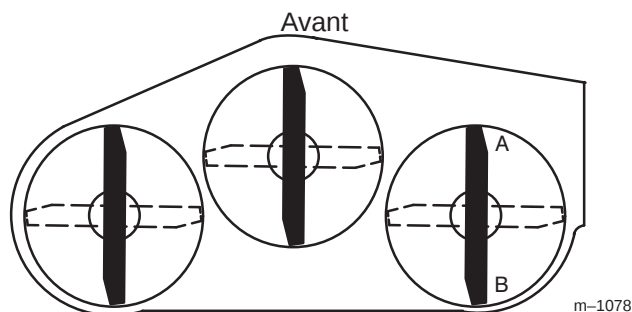
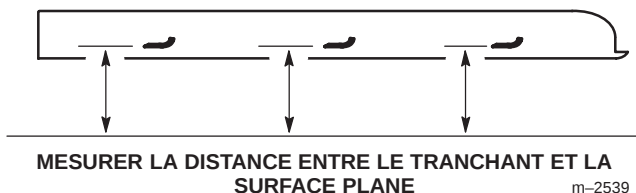

Figure 57
Figure 58
1. Tournez la lame **droite** dans le sens longitudinal (Fig. 57).
2. Mesurez la distance au point **A** (Fig. 57) entre la surface plane et le tranchant de la pointe de la lame droite (Fig. 58).
4. Mesurez la distance au point **B** (Fig. 57) entre la surface plane et le tranchant de la pointe de la lame droite (Fig. 58).
6. La lame doit être **plus basse de 6 à 10 mm au point A qu'au point B** (Fig. 57). Si ce n'est pas le cas, passez aux étapes suivantes.